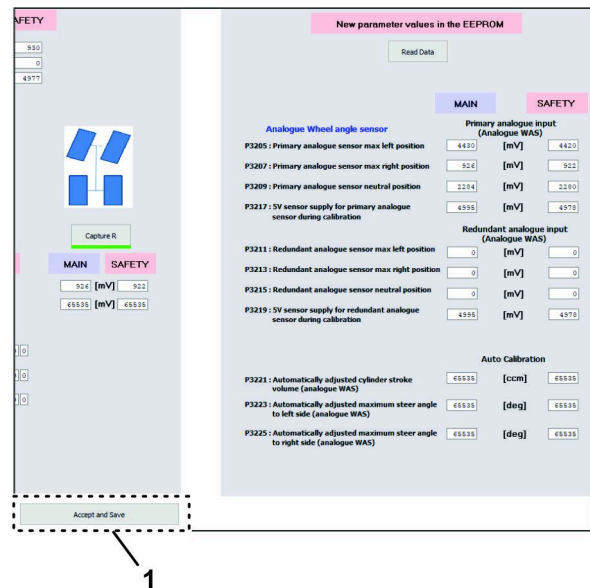

Figure 153
9. Cliquez sur l'icône ACCEPT AND SAVE (accepter et enregistrer) (Figure 153).